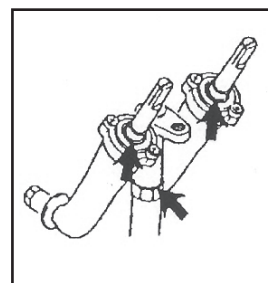

Fig. 2
4. Cepille la solución de jabón en cada conexión. (Fig. 2)